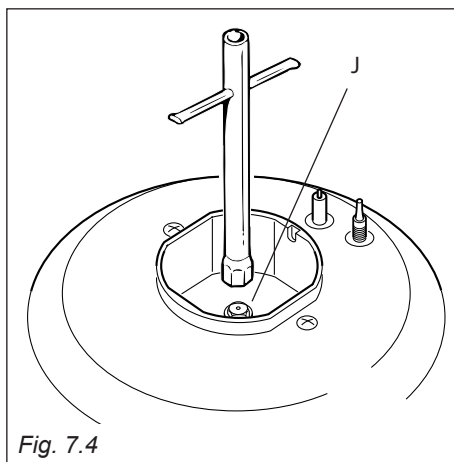

Fig. 7.4
- Con una chiave fissa sostituire gli ugelli "J" (fig. 7.4) con quelli idonei per il gas da utilizzare.